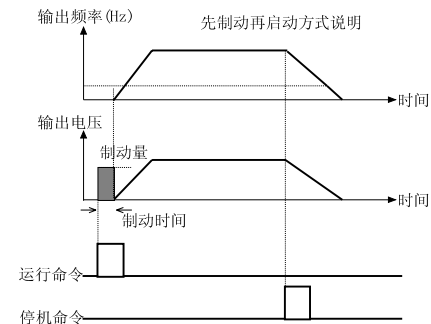

图 5-1-1 启动制动
- ◆ 先制动，再启动：变频器先给负载电机施加一段时间的直流制动能量，然后再启动，如图5-1-1所示。此方式适合于停机状态有正转或反转现象的小惯性负载，如风机等。直流制动参数设定参见P1.03、P1.04。
- ◆ P1.03、P1.04仅在启动运行方式选择先制动再启动方式 (P1.00=1) 时有效,如图5-1-1。
参见图 5-1-1,在启动制动期间,输出启动直流制动电流 P1.03。